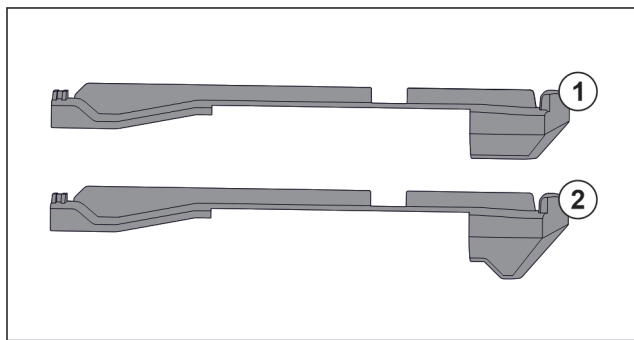

Fig. 31 Confronto degli elementi inseribili
Nell'apparecchiatura si trovano due diversi elementi inseribili. L'elemento inseribile sopra il cassetto più in basso Fig. 31 (2) presenta un bordo triangolare. Tutti gli altri elementi inseribili Fig. 31 (1) dispongono di un bordo diritto.
- Applicare l'elemento inseribile Fig. 31 (2) con il bordo triangolare sopra il cassetto più in basso.
- Applicare l'elemento inseribile Fig. 31 (1) con il bordo diritto su tutti gli altri punti.